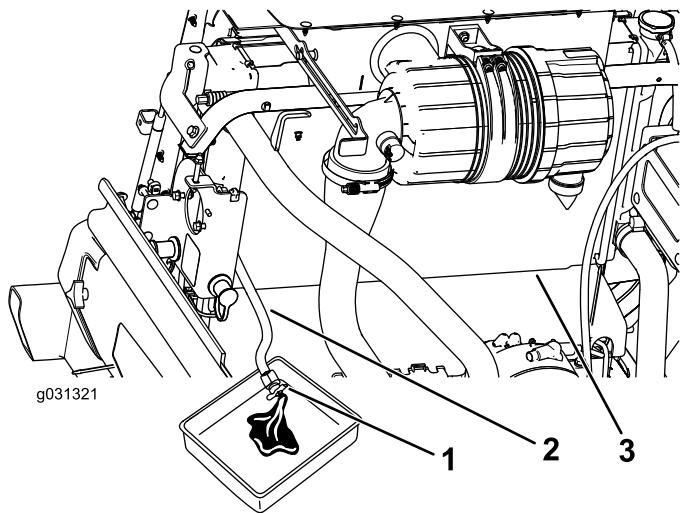

Figure 111
- 4. Fermez le robinet de vidange sur le flexible de vidange (Figure 111).
3. Placez le flexible de vidange du radiateur dans un bac de vidange, ouvrez le robinet de vidange sur le flexible de radiateur et vidangez le liquide dans le bac (Figure 111).